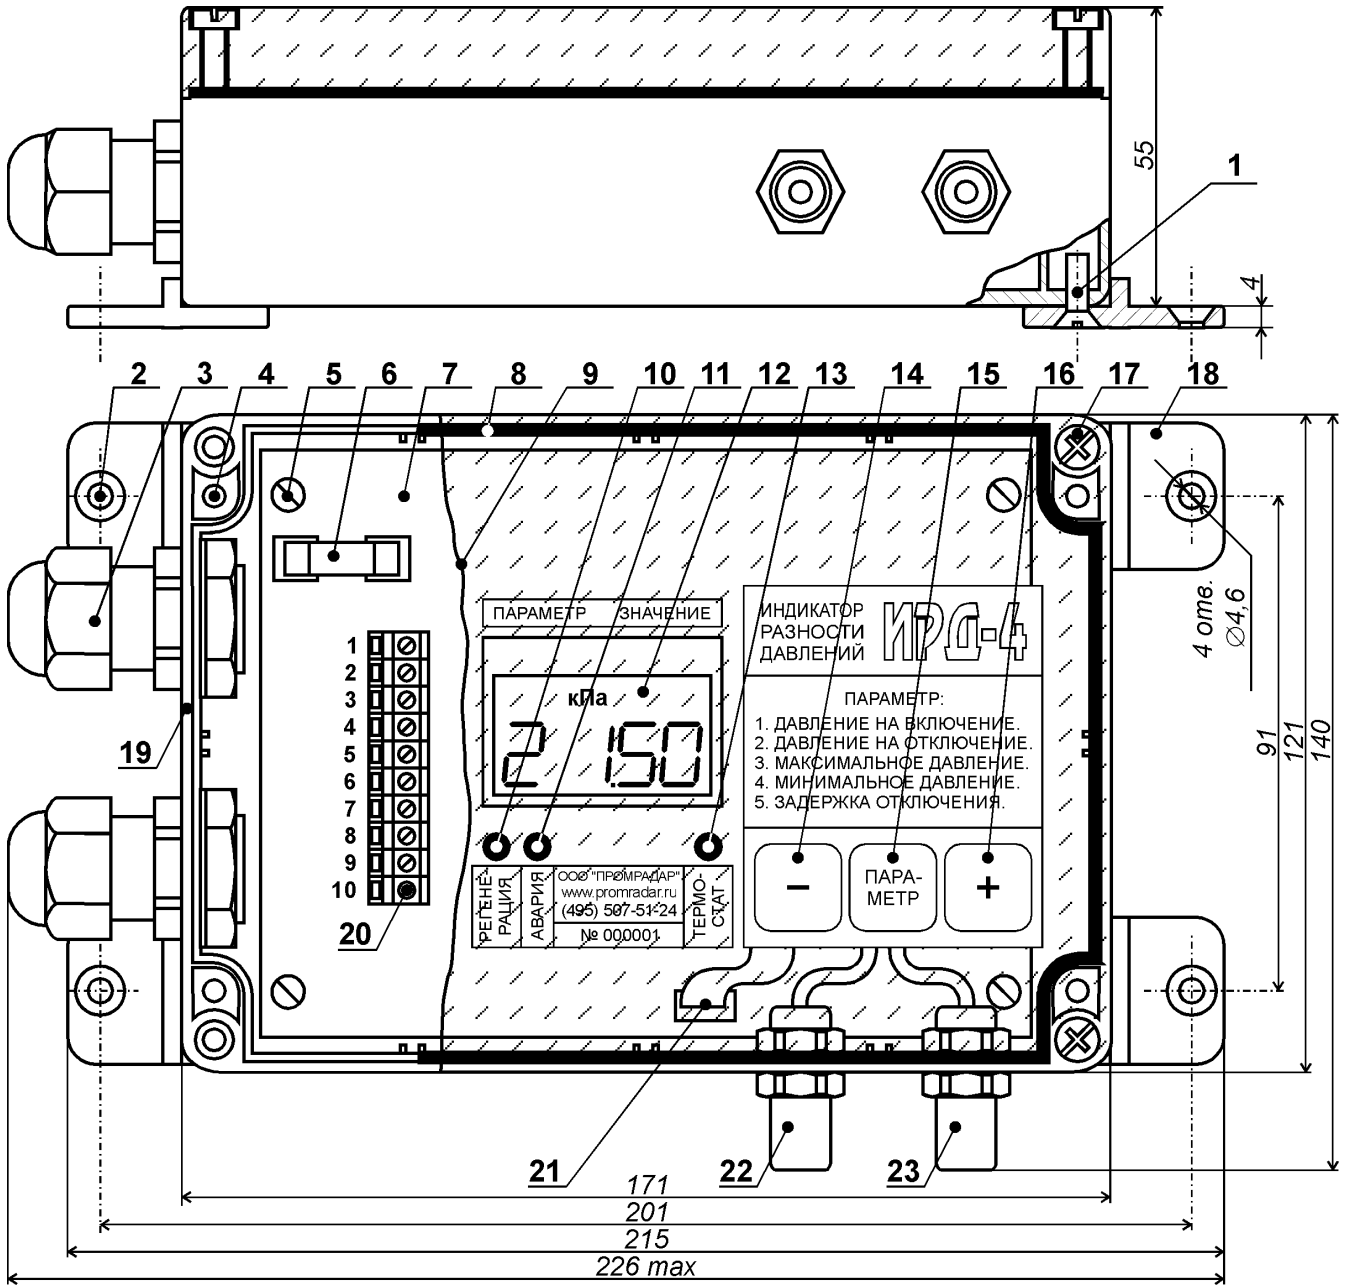
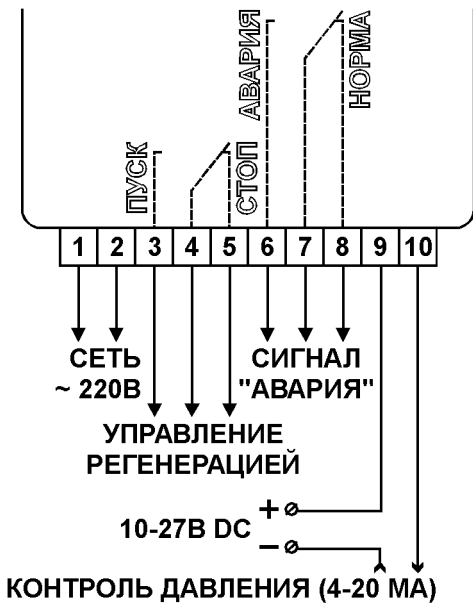

Рис. 1. Конструкция прибора ИРД-4.
Рис. 2. Схема электрического подключения прибора ИРД-4.
Конструкция прибора показана на рис. 1.
6.2. Прибор крепится четырьмя винтами с резьбой М4 или саморезами диаметром до 4,5 мм. Крепёжные винты (саморезы) вставляются в предназначенные для этого отверстия [рис. 1, поз. 2].
6.3. На входной и выходной воздухопроводы фильтра устанавливаются присоединительные штуцера, которые отрезками пневмотрубки соединяются с соответствующими штуцерами «Воздух до фильтра» [рис. 1, поз. 22] и «Воздух после фильтра» [рис. 1, поз. 23]. Штуцера и пневмотрубки входят в комплект поставки прибора.
6.4. К внутренней стороне крышки прибора приклеены плоские сенсорные кнопки, которые соединяются с печатной платой шлейфом из гибких проводников. Поэтому перед снятием крышки необходимо, аккуратно подняв и удерживая её, осторожно потянуть за разъём [рис. 1, поз. 21] и отсоединить указанный шлейф от печатной платы.
6.6. Схема электрического подключения прибора приведена на рис. 2. Контакты выходных электромагнитных реле показаны в тех положениях, в которых они находятся при снятии с прибора напряжения питания.
6.10. Для удалённого контроля дифференциального давления между клеммами 9 и 10, согласно рис. 2, соблюдая полярность, последовательно подключаются источник постоянным напряжением от 10 до 27 В и миллиамперметр (либо вход контроллера, рассчитанный на приём токового сигнала диапазона 4 – 20 мА).
7.1. При подаче на прибор напряжения питания три правых разряда жидкокристаллического индикатора [рис. 1, поз. 12] (далее именуемого «ЖКИ») отображают перепад давлений воздуха на входе и выходе фильтра (от 0.00 до 4.00 кПа). При прогреве встроенного датчика дифференциального давления до рабочей температуры светодиод «Термостат» [рис. 1, поз. 13] горит красным цветом. Изменение цвета свечения с красного на зелёный означает, что погрешность индикации давления не превышает $\pm 1,5\%$.
7.2. Прикосновение к сенсорной кнопке «Параметр» [рис. 1, поз. 15] переводит прибор в режим ввода уставок. При этом левый разряд ЖКИ показывает номер регулируемого параметра, а три правых разряда – его значение. Значение параметра можно изменить кнопками «-» [рис. 1, поз. 14] и «+» [рис. 1, поз. 16], а переход к регулировке следующего параметра производится прикосновением к кнопке «Параметр». Список регулируемых параметров приведён в табл. 1.
7.4. Если дифференциальное давление меньше давления на включение, то прибор находится в режиме ожидания и светодиод «Регенерация» [рис. 1, поз. 10] не горит. В противном случае прибор включает указанный светодиод и переводит контакты реле управления регенерацией в положение «ПУСК» (рис. 2). Если порог на включение составляет 0,00 кПа, то контакты реле будут непрерывно находиться в этом положении.
7.6. Светодиод «Авария» загорается красным цветом, если дифференциальное давление вышло за пределы диапазона между заранее заданными аварийно-низким и аварийно-высоким значениями. Если воздухопроводы, подходящие к штуцерам прибора [рис. 1, поз. 22 и 23], надёжно зафиксированы, не забиты пылью и герметичны, то причинами аварии могут быть, например, разрушение одного или нескольких фильтровальных элементов, либо неэффективная работа системы регенерации, которую следует проверить и, при необходимости, настроить.
- аккуратно подняв крышку на высоту примерно 2 см над корпусом и удерживая её в этом положении, осторожно потянуть за разъём [рис. 1, поз. 21], отсоединив гибкий шлейф проводов от печатной платы прибора [рис. 1, поз. 7].
9.1. Свечение светодиода «Авария» [рис. 1, поз. 11] не является признаком неисправности прибора. Оно свидетельствует о возможной аварии фильтра или системы его очистки (см. п. 7.6.).
9.2. Если при подаче сетевого напряжения на прибор перегорает предохранитель [рис. 1, поз. 6], следует убедиться, что напряжение на клеммах 1 и 2 составляет от 187 до 242 В переменного тока частотой 49 – 51 Гц, а затем заменить предохранитель, предварительно отключив прибор от сети. При повторном перегорании предохранителя следует направить прибор предприятию-изготовителю для проведения ремонта.
9.3. Если прибор не реагирует на прикосновения к сенсорным кнопкам [рис. 1, поз. 14, 15 и 16], то следует провести его техническое обслуживание в соответствии с указаниями раздела 8 настоящего Руководства. Если после этого работоспособность прибора не восстановилась, необходимо направить прибор предприятию-изготовителю для проведения ремонта.